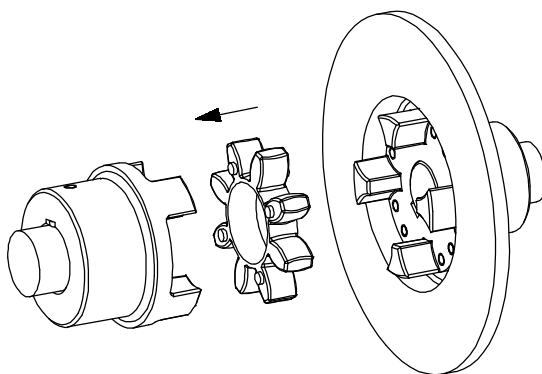

Bild 7
- Setzen Sie den Zahnkranz in die Nockenpartie der Nabe ein (siehe Bild 7).